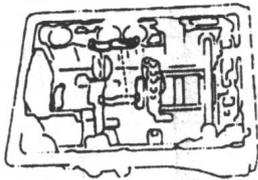

图 1-1-13
- (1) 将叶片簧装到 A/T 箱体上 (图 1-1-13)。